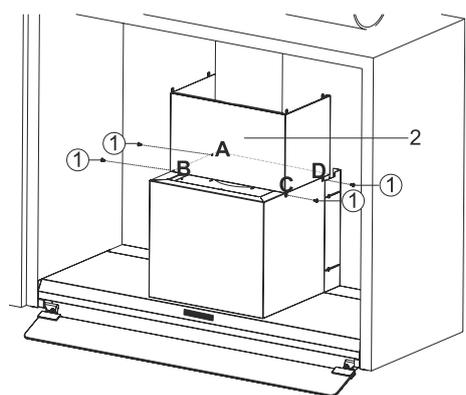

Fig. 14
5. ➔ Colocar as condutas em chapa metálica no produto (Fig. 14). Usar os 4 parafusos de ligação através dos pontos A, B, C, D à estrutura do aparelho (Fig. 14).